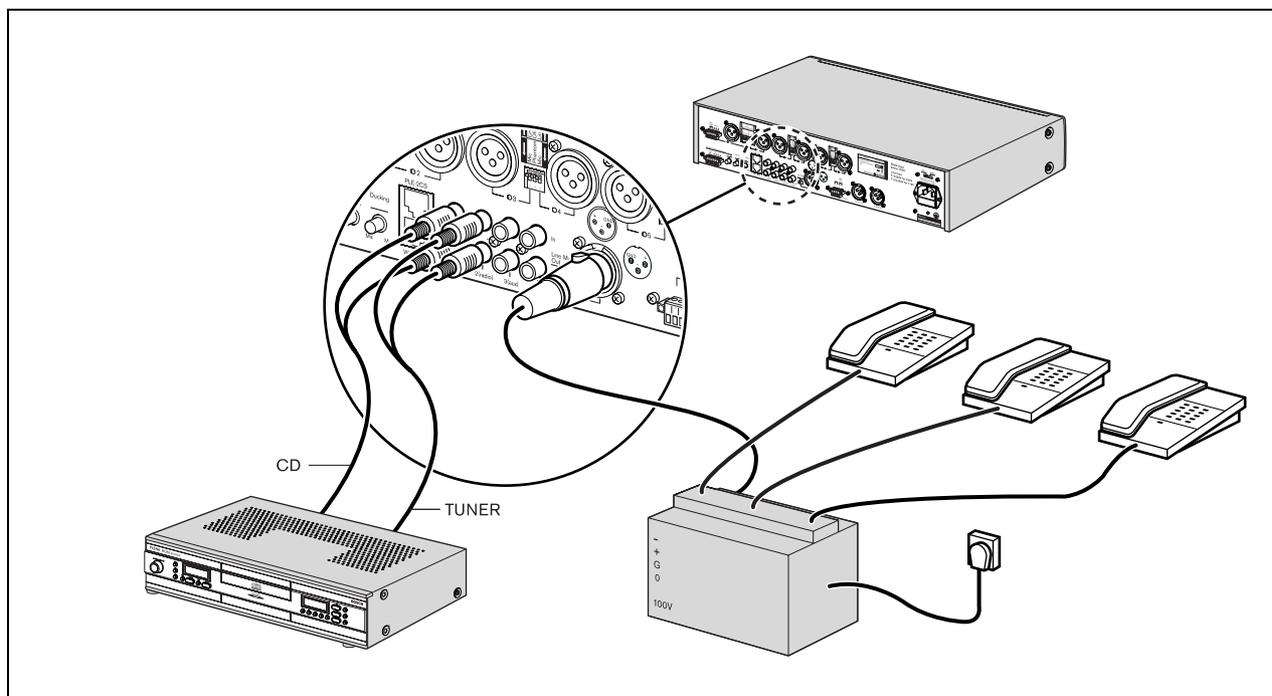

Abbildung 4.9: Anschluss der Musikquelleingänge
Verwenden Sie die Musik-Master-Ausgangsverbinding (23), um eine fest zugeordnete Musikausgangsquelle für ein anderes Audiogerät zu haben. Der Musik-Master-Ausgang kann beispielsweise mit einem Telefonkoppler verbunden werden, so dass Anrufer Musik hören, wenn sie sich in der Warteschleife befinden (siehe Abbildung 4.9).
Verwenden Sie den Buchseneinsatz Vorausgang, Verstärkereingang (21) zum Anschließen von externen Soundbearbeitungsgeräten (z.B. eines Equalizers oder eines Plena Rückkopplungsunterdrückers) zwischen den Vorverstärker- und Leistungsverstärkerstufen. Siehe Abbildung 4.9.